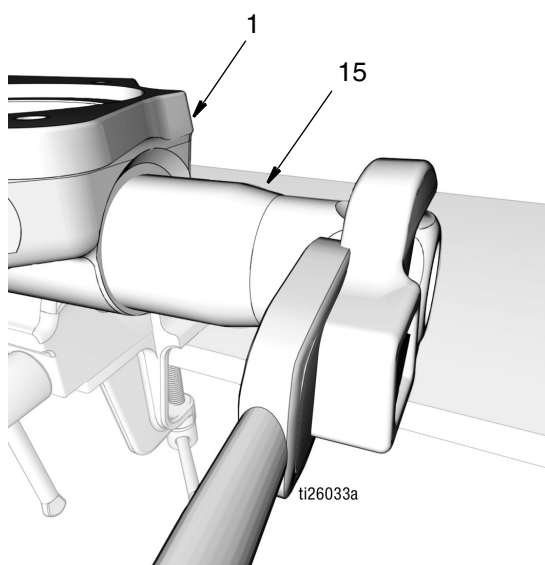

Рис. 47
- c. Вкрутите выпускной обратный клапан (15) в основание насоса (1) (Рис. 47). Надежно затяните. Затем затяните с усилием 50 - 55 футофунтов (67,8 - 74,5 Н•м).